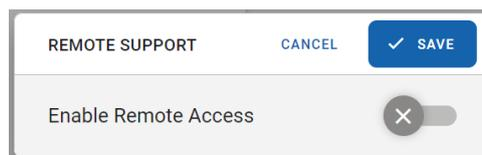

Abbildung 81. Fernzugriff aktivieren.
4. Aktivieren Sie die Umschaltfläche **Enable Remote Access** (Fernzugriff aktivieren) (Abbildung 81).